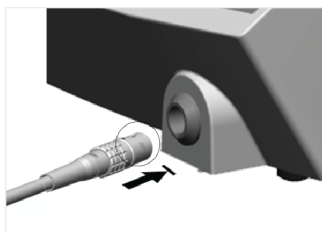

FIG. 5
5. Verificare che il pin del cavo sia pulito e asciutto. Posizionare correttamente il cavo e connetterlo all'unità. Inserire il pin finché non si percepisce uno scatto. **FIG. 5.**